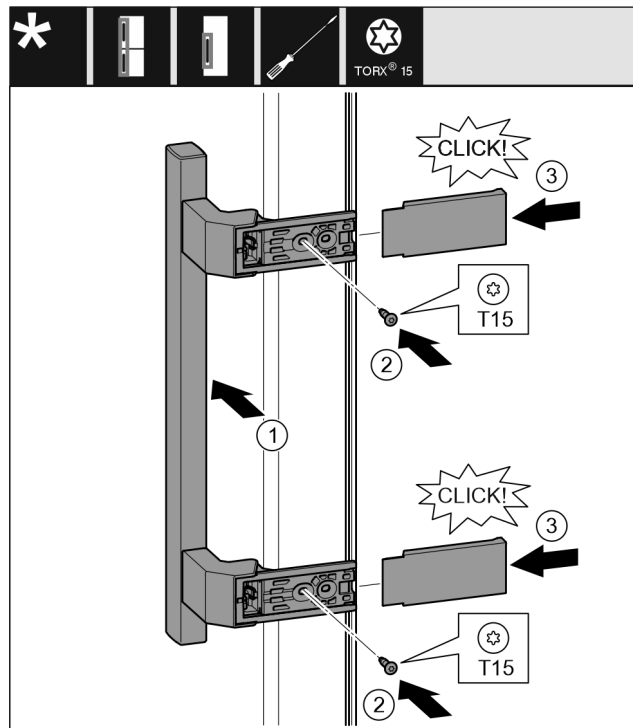

Fig. 20
- ▶ Εφαρμόστε τη λαβή στην απέναντι πλευρά. Fig. 20 (1)
- ▶ Σφίξτε τις βίδες με κατσαβίδι T15. Fig. 20 (2)
- ▶ Εφαρμόστε στο πλαίσι τα καλύμματα και τοποθετήστε τα. Fig. 20 (3)